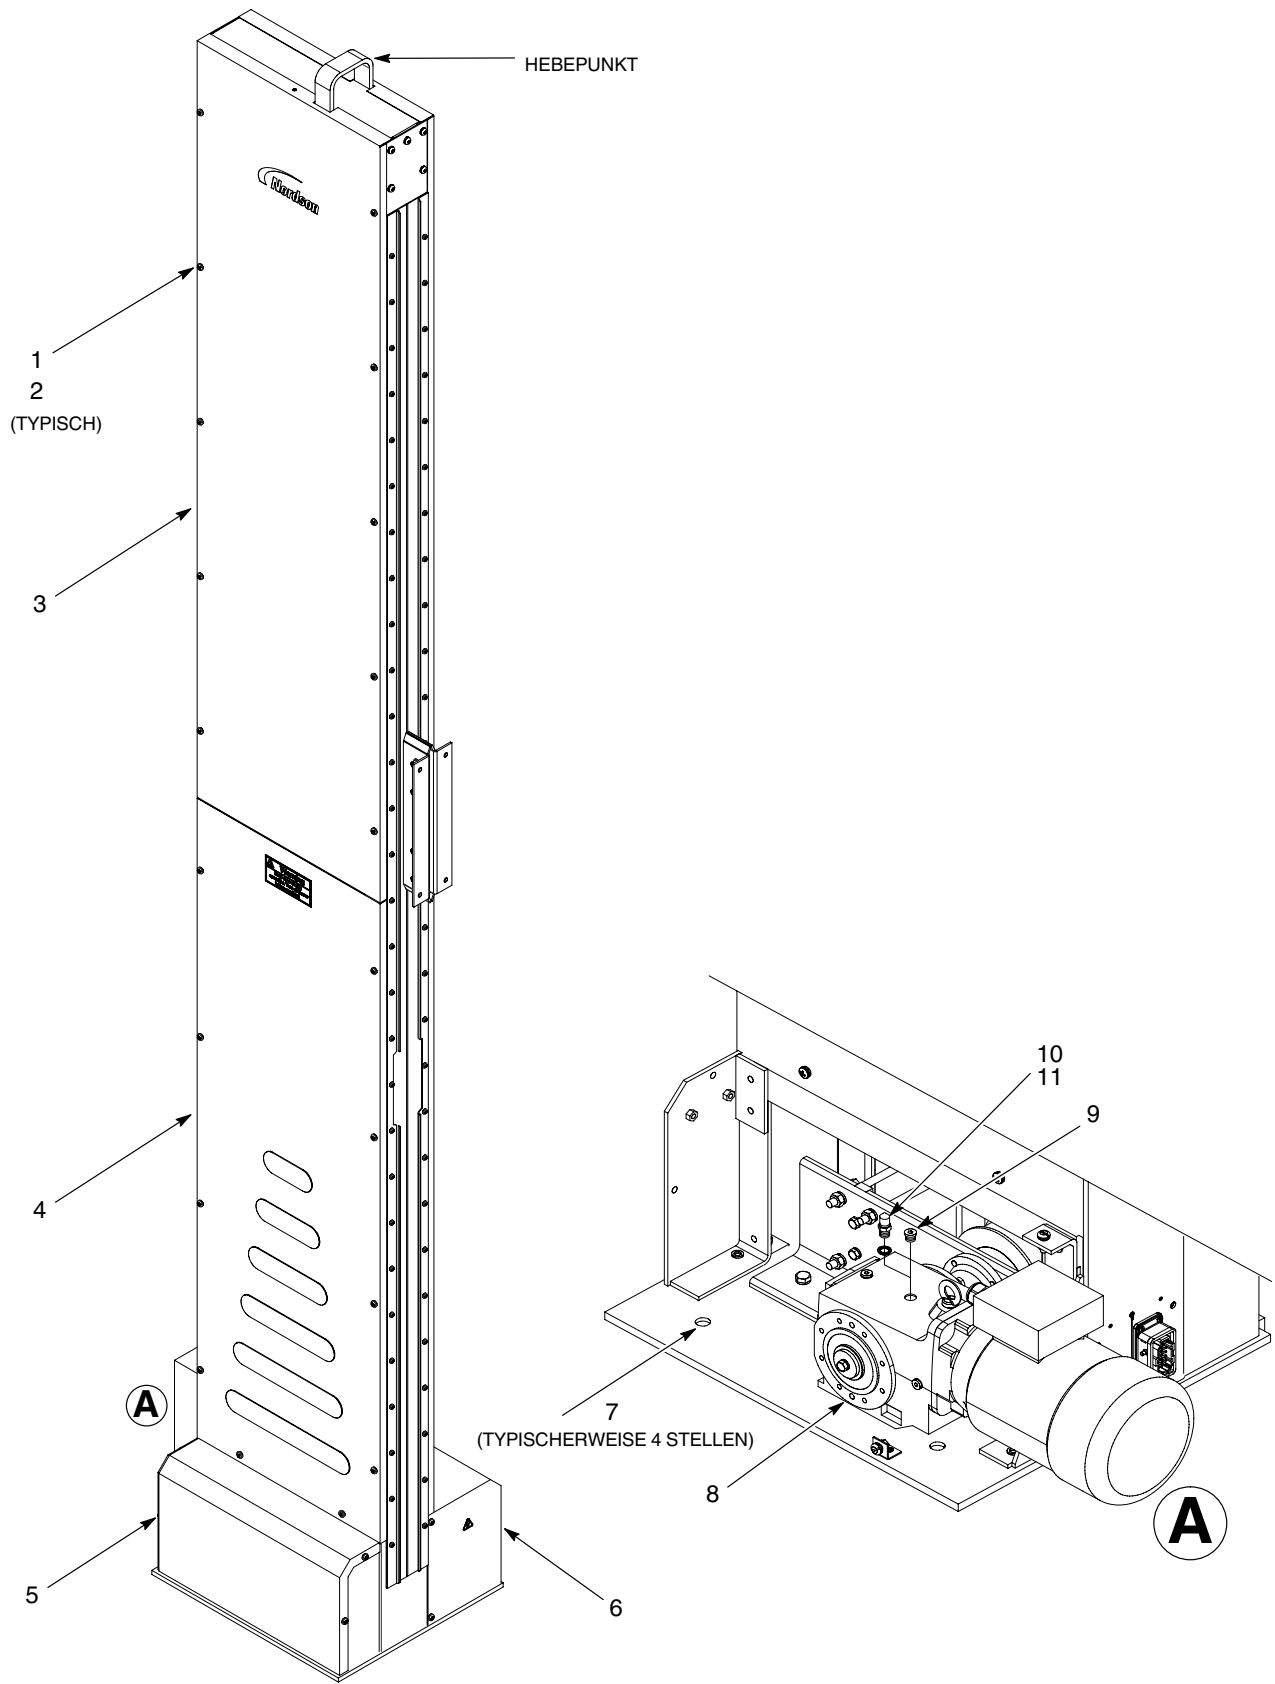

Abb. 4 Installation
1. Siehe Abbildung 4. Die Schrauben (1) und Unterlegscheiben (2) abnehmen, die die seitlichen Abdeckungen (3, 4) auf der Drehimpulsgeberseite des Hubwerks, die Drehimpulsgeberabdeckung (5) und die Antriebseinheitsabdeckung (6) halten.
4. Den Stopfen (9) vom Getriebemotor (8) abnehmen, wie in Abb. 4 gezeigt.
5. Sicherstellen, dass die Dichtung (11) an der Entlüftungsschraube (10) installiert ist. Die Entlüftungsschraube in der Antriebsbaugruppe installieren und gut festziehen.